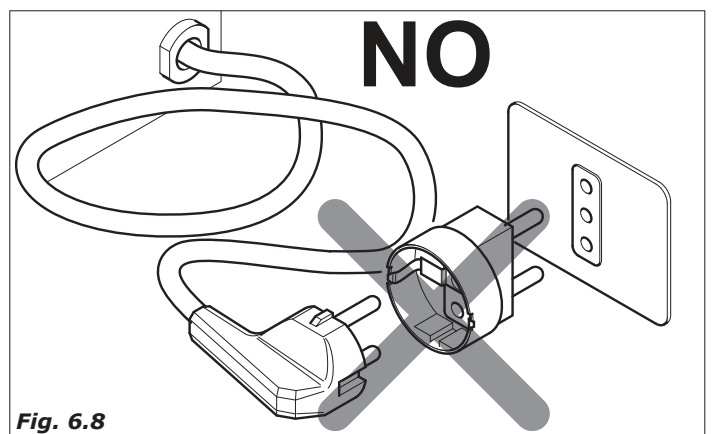

Fig. 6.8
- Les prises non compatibles avec la prise du distributeur doivent être remplacées (figure 6.8).